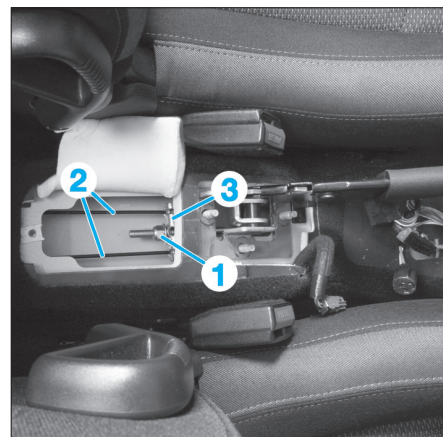

Fig. 57
- l'écrou (1) (Fig.57).
- Désaccoupler les câbles (2) de frein de stationnement du palonnier (3).